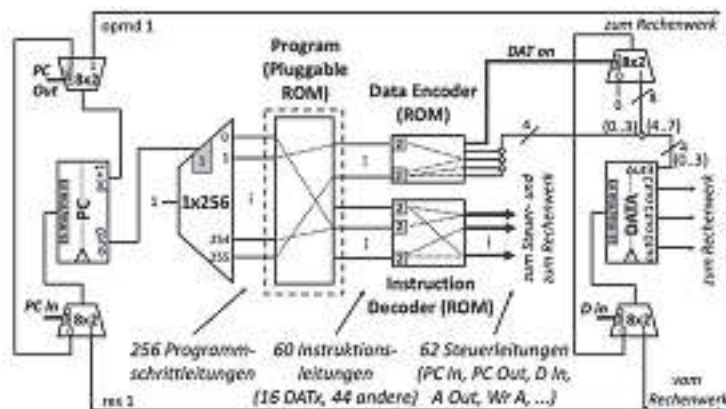

Bild 3: Steuerwerk des Rechners (vereinfacht)
Bild 3 zeigt die Kernelemente des Steuerwerks: Das Programmzählerregister (PC) wählt über einen 1 x 256-Selektor (Demultiplexer) den gerade aktiven Programmschritt aus, und die entsprechende Programmschrittleitung wird auf 1 (+) gesetzt. Über das Programm wird die Programmschrittleitung durch eine einfache Drahtverbindung direkt zu einer Instruktionsleitung durchverbunden (Bild 2 rechts) und diese damit auf 1 gesetzt. Die Instruktionsleitung aktiviert darauf im Instruktions-
Alle Schaltungen des Rechners wurden ausschliesslich mit steckbaren «finder»-Industrierelais (24 V DC) mit vier Wechselkontakten und Schraubsockeln realisiert. Die enorme Anschaulichkeit und die oft erstaunliche Einfachheit der Relai-Technologie erlauben es, die Grundsaltungen für fast alle Komponenten von Bild 3 und Bild 4 hier aufzuzeigen. Wenn nichts anderes vermerkt ist, stammen die Schaltungen vom Verfasser. Die Schaltungen sind alle in einer +/frei-Logik erstellt, d. h. Pluspotential steht für 1, Potentialfreiheit für 0. Die Eingänge act in kombinatorischen Schaltungen stehen für «Aktivierung», ein Taktsignal mit Minuspotential.